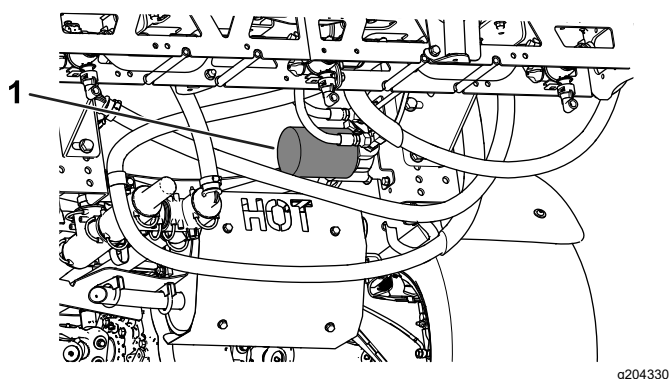

Figura 57
4. Togliete il filtro (Figura 57).